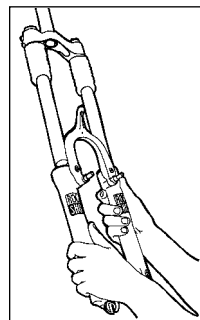

Fig. 5
- Sfilare il gruppo monoblocco foderi-archetto (vedi Fig.5). Rimuovere i parapolvere della forcella.